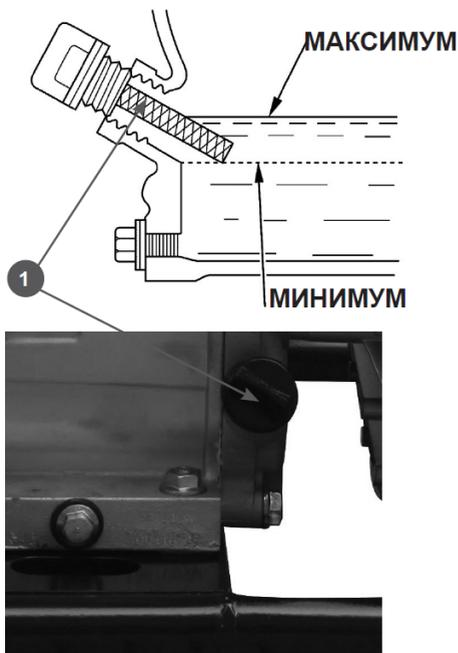

Рис.6
2. Извлеките щуп (1) Рис.6 из маслозаливной горловины и протрите его чистой тряпкой.
3. Извлеките щуп (1) Рис.6 из маслозаливной горловины и протрите его чистой ветошью.